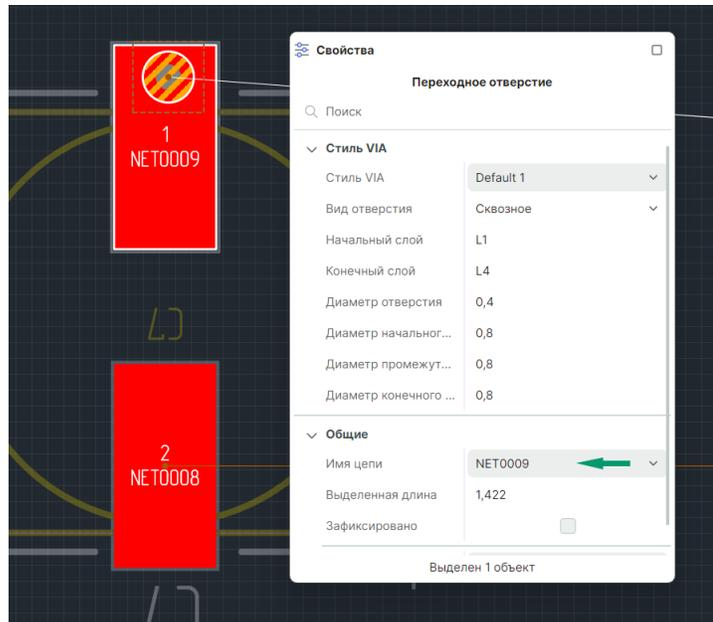

Рис. 203 Размещение ПО на КП без начала трассировки
- Размещение ПО на КП. Не начиная трассировку, разместите ПО с помощью инструмента «Разместить переходное отверстие». При таком размещении ПО входит в состав цепи, к которой относится контактная площадка, см. Рис. 203.